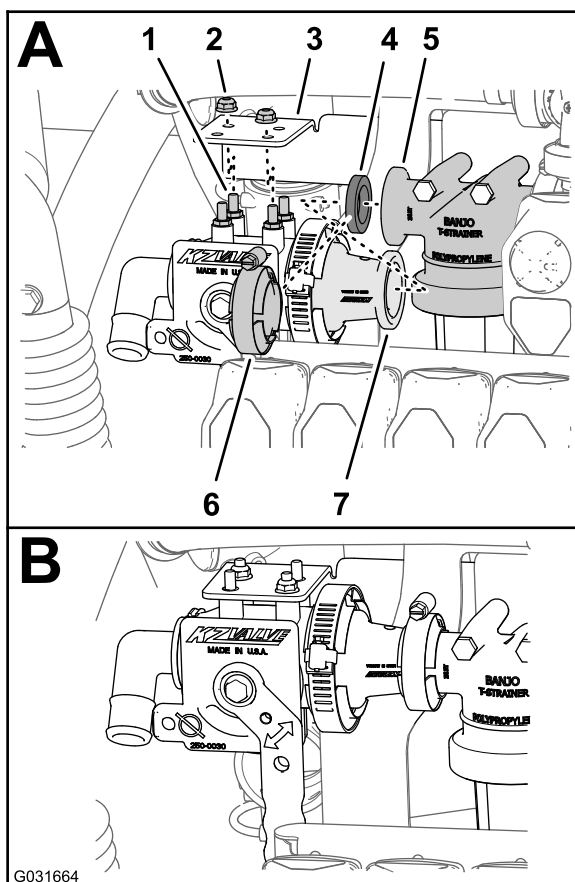

Bild 223
1. Fluchten Sie die Dichtung mit dem Flansch des Filterkopfes aus (**Bild 223**).
2. Fluchten Sie die Bolzen des Flüssigkeitsabstellventils (Toro Bestellnummer 130-7324) mit den vier Löchern in der Befestigung des Abstellventils (Toro Bestellnummer 131-3725-03) und den Flanschadapter des Flüssigkeitsabstellventils mit dem Flansch des Filterkopfs und der Dichtung aus (Bild 223).
3. Befestigen Sie das Flüssigkeitsabstellventils mit zwei Sicherungsbundmuttern (1/4") (Toro Bestellnummer 119-6897) an zwei diagonal ausgefluchteten Bolzen des Flüssigkeitsabstellventils an der Befestigung des Abstellventils, wie in Bild 223 abgebildet.